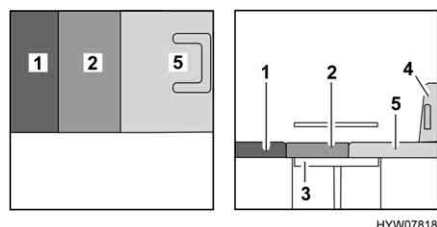

Fig. 51 Dopo la trasformazione
- Tirare il cuscino del divano (Fig. 51,2) in avanti.
- Posizionare il cuscino dello schienale (Fig. 51,1) tra il cuscino del divano e la parete posteriore.
- Posizionare il cuscino aggiuntivo (Fig. 51,5) sul sedile del conducente.
- Se necessario, spingere il sedile del conducente (Fig. 51,4) nuovamente all'indietro.